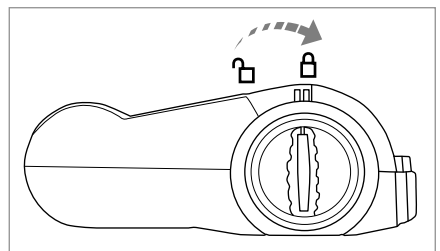

Fig. 9
- 5) Sæt Børsterulle 18 i Gulvmundstykke 16 og drej Oplåsning til børsterullen 17 i retning af symbolet  (lukket) (fig. 9).